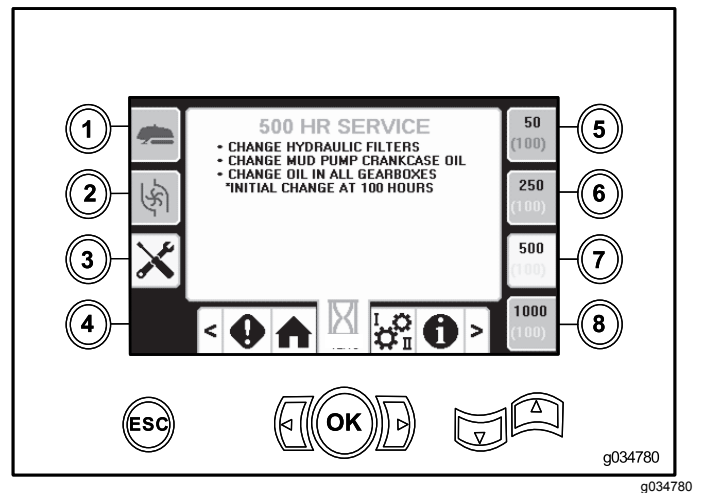

Bild 45
- Taste 7: Wartungsplan mit 500 Stunden (Bild 45)